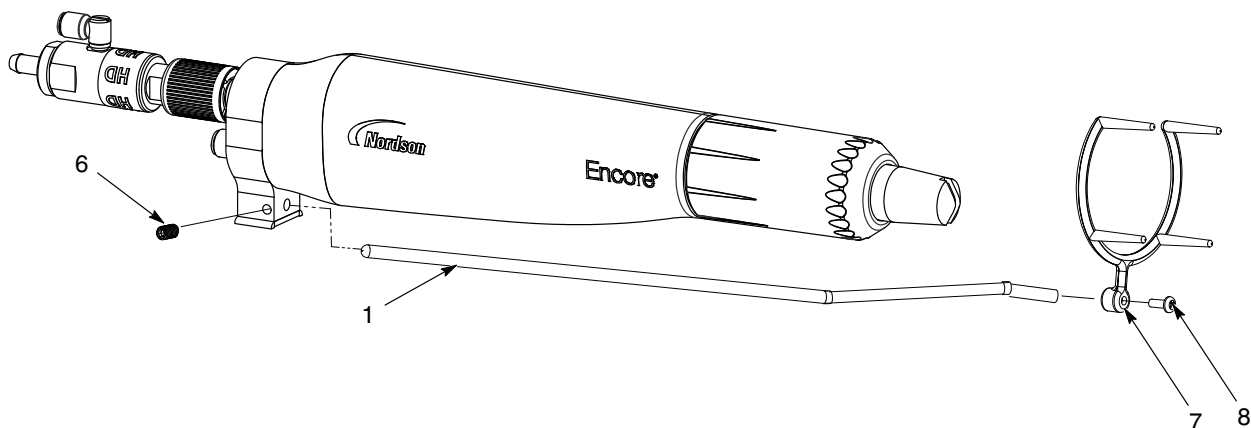

Figura 3-4 Instalarea colectorului de ioni - Pistol montat pe bară
1. Vezi Figura 3-4. Introduceți tija colectoră (1) în placa de împământare și asigurați-o cu șurubul de reglare M5 x 8 (6) inclus în setul colector de ioni.
2. Fixați vârful multipunct (7) la tija colectoră cu ajutorul șurubului M3 x 8 (8).